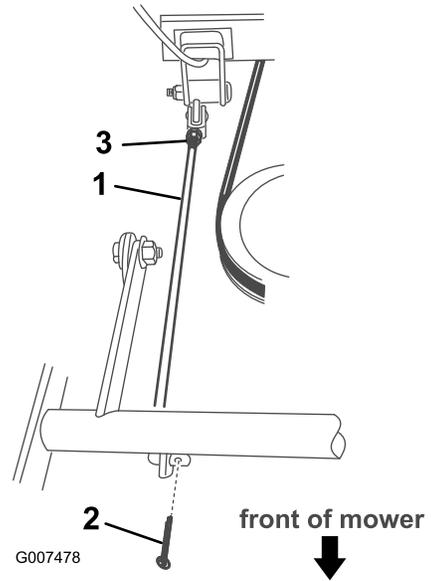

Bild 35
7. Entfernen Sie den Splint vorne an der Einstellstange (Bild 35).
8. Lösen Sie die Mutter hinten an der Einstellstange (Bild 35).